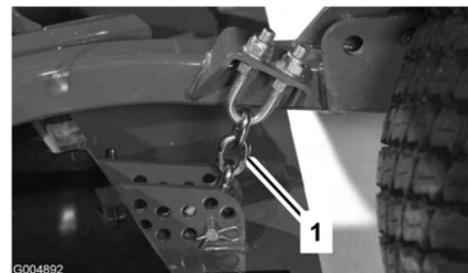

Bild 75
3. Entfernen Sie den Splint und den Lastösenbolzen, mit denen die Schnitthöhenkette an der Rückseite des Mähwerks befestigt ist (Bild 75).